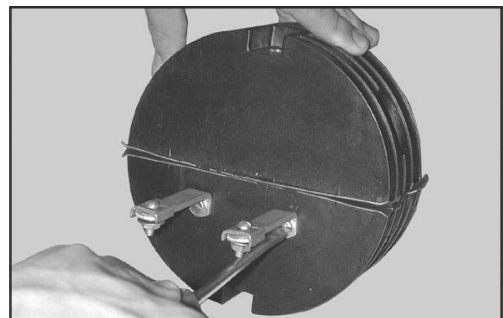

Figura 67
10.3 Junte o parafuso e arruela e fixe os suportes "L" com o auxílio de uma chave de fenda (figura 67).